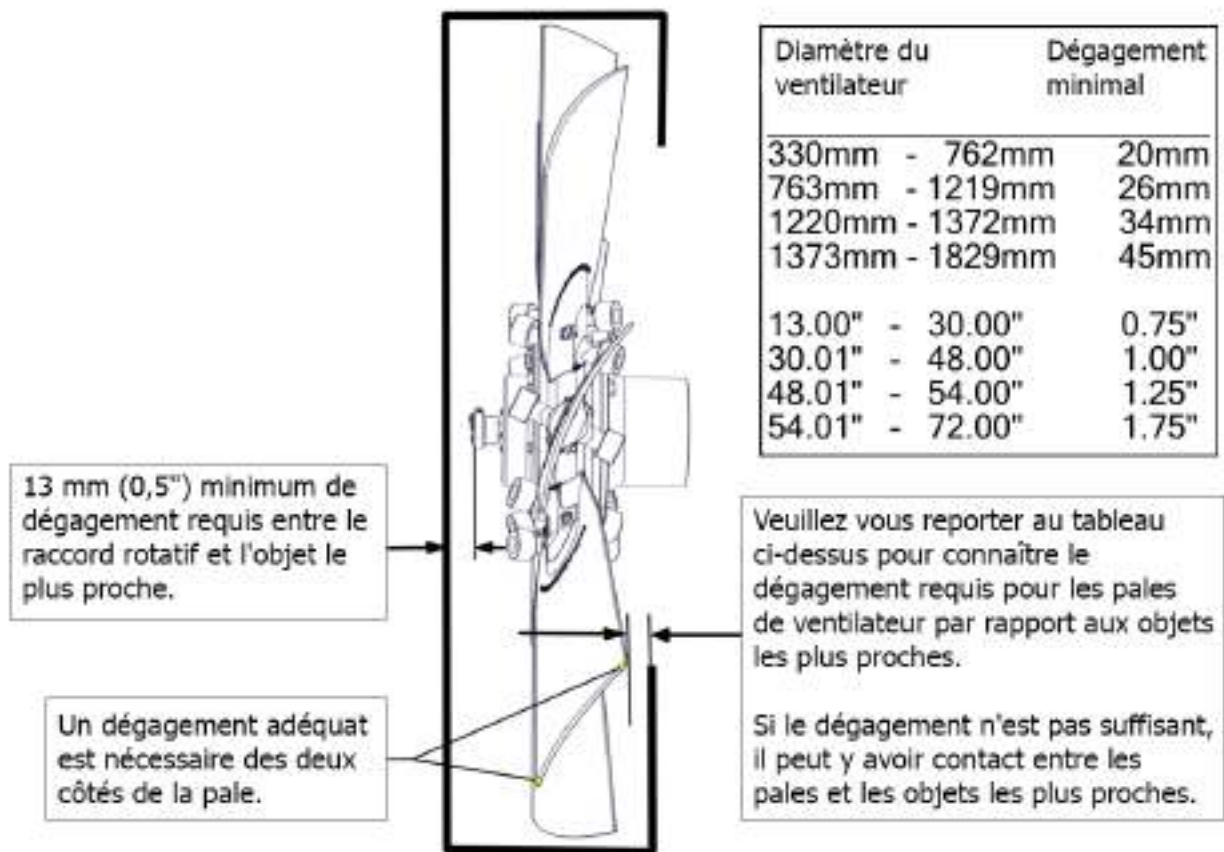

Figure 10
5. Veillez à avoir le bon dégagement au niveau des bords des pales. Voir la figure 10 à la page suivante ou une liste des dégagements minimum en fonction du diamètre du ventilateur.
AVERTISSEMENT : Veillez à disposer d'un jeu minimum entre le raccord rotatif et l'obstacle le plus proche, conformément à la Figure 10 page 4-5.
Le ventilateur tourne-t-il aux pas par défaut et à plein régime inverse sans obstruction ? Voir la Figure 10, page 4-5 .
Le ventilateur tourne-t-il aux pas par défaut et à plein régime inverse sans obstruction ? Voir la Figure 10, page 4-5.